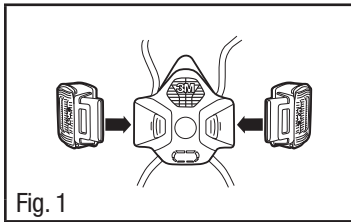

Fig. 1
1. Alinhe a extremidade do encaixe dos cartuchos ou dos filtros com o encaixe da peça facial (Fig. 1).